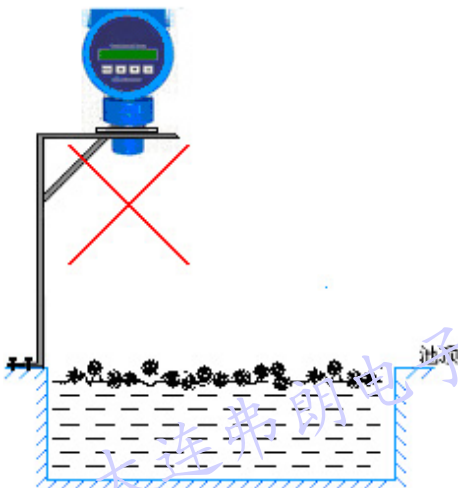

图3c: 液面上有泡沫或液位波动剧烈
- 3) 如图 3c 解决方案: 使用“静水井”安装方法安装仪表。